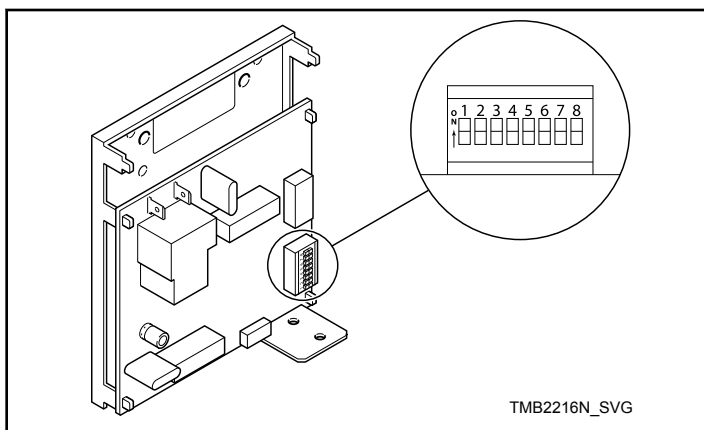

Figure 30
2. Noter les paramètres des commutateurs DIP de la commande de la machine, puis les désactiver. Se reporter à la *Figure 30*.